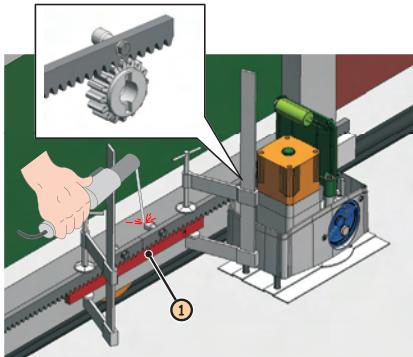

Fig. 14
5. Accostare un altro elemento di cremagliera al precedente utilizzando, per mettere in fase la dentatura dei due elementi, un pezzo di cremagliera come indicato in Fig. 14 rif. ①.
4. Muovere manualmente il cancello, verificando che la cremagliera sia in appoggio sul pignone e ripetere le operazioni al punto ③.